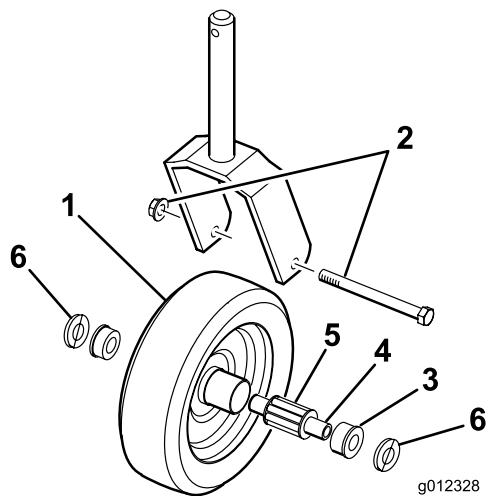

Figure 26
- Enlevez le contre-écrou de la vis qui fixe la roue pivotante à la fourche (Figure 26). Maintenez la roue pivotante et enlevez la vis de la chape.
- Sortez la douille pour clé du moyeu de roue (Figure 26).
3. Enlevez la bague du moyeu de la roue et laissez tomber le roulement (Figure 26). Enlevez la bague de l'autre côté du moyeu.
6. Glissez la clé avec précaution dans les bagues et le moyeu de roue (Figure 26).